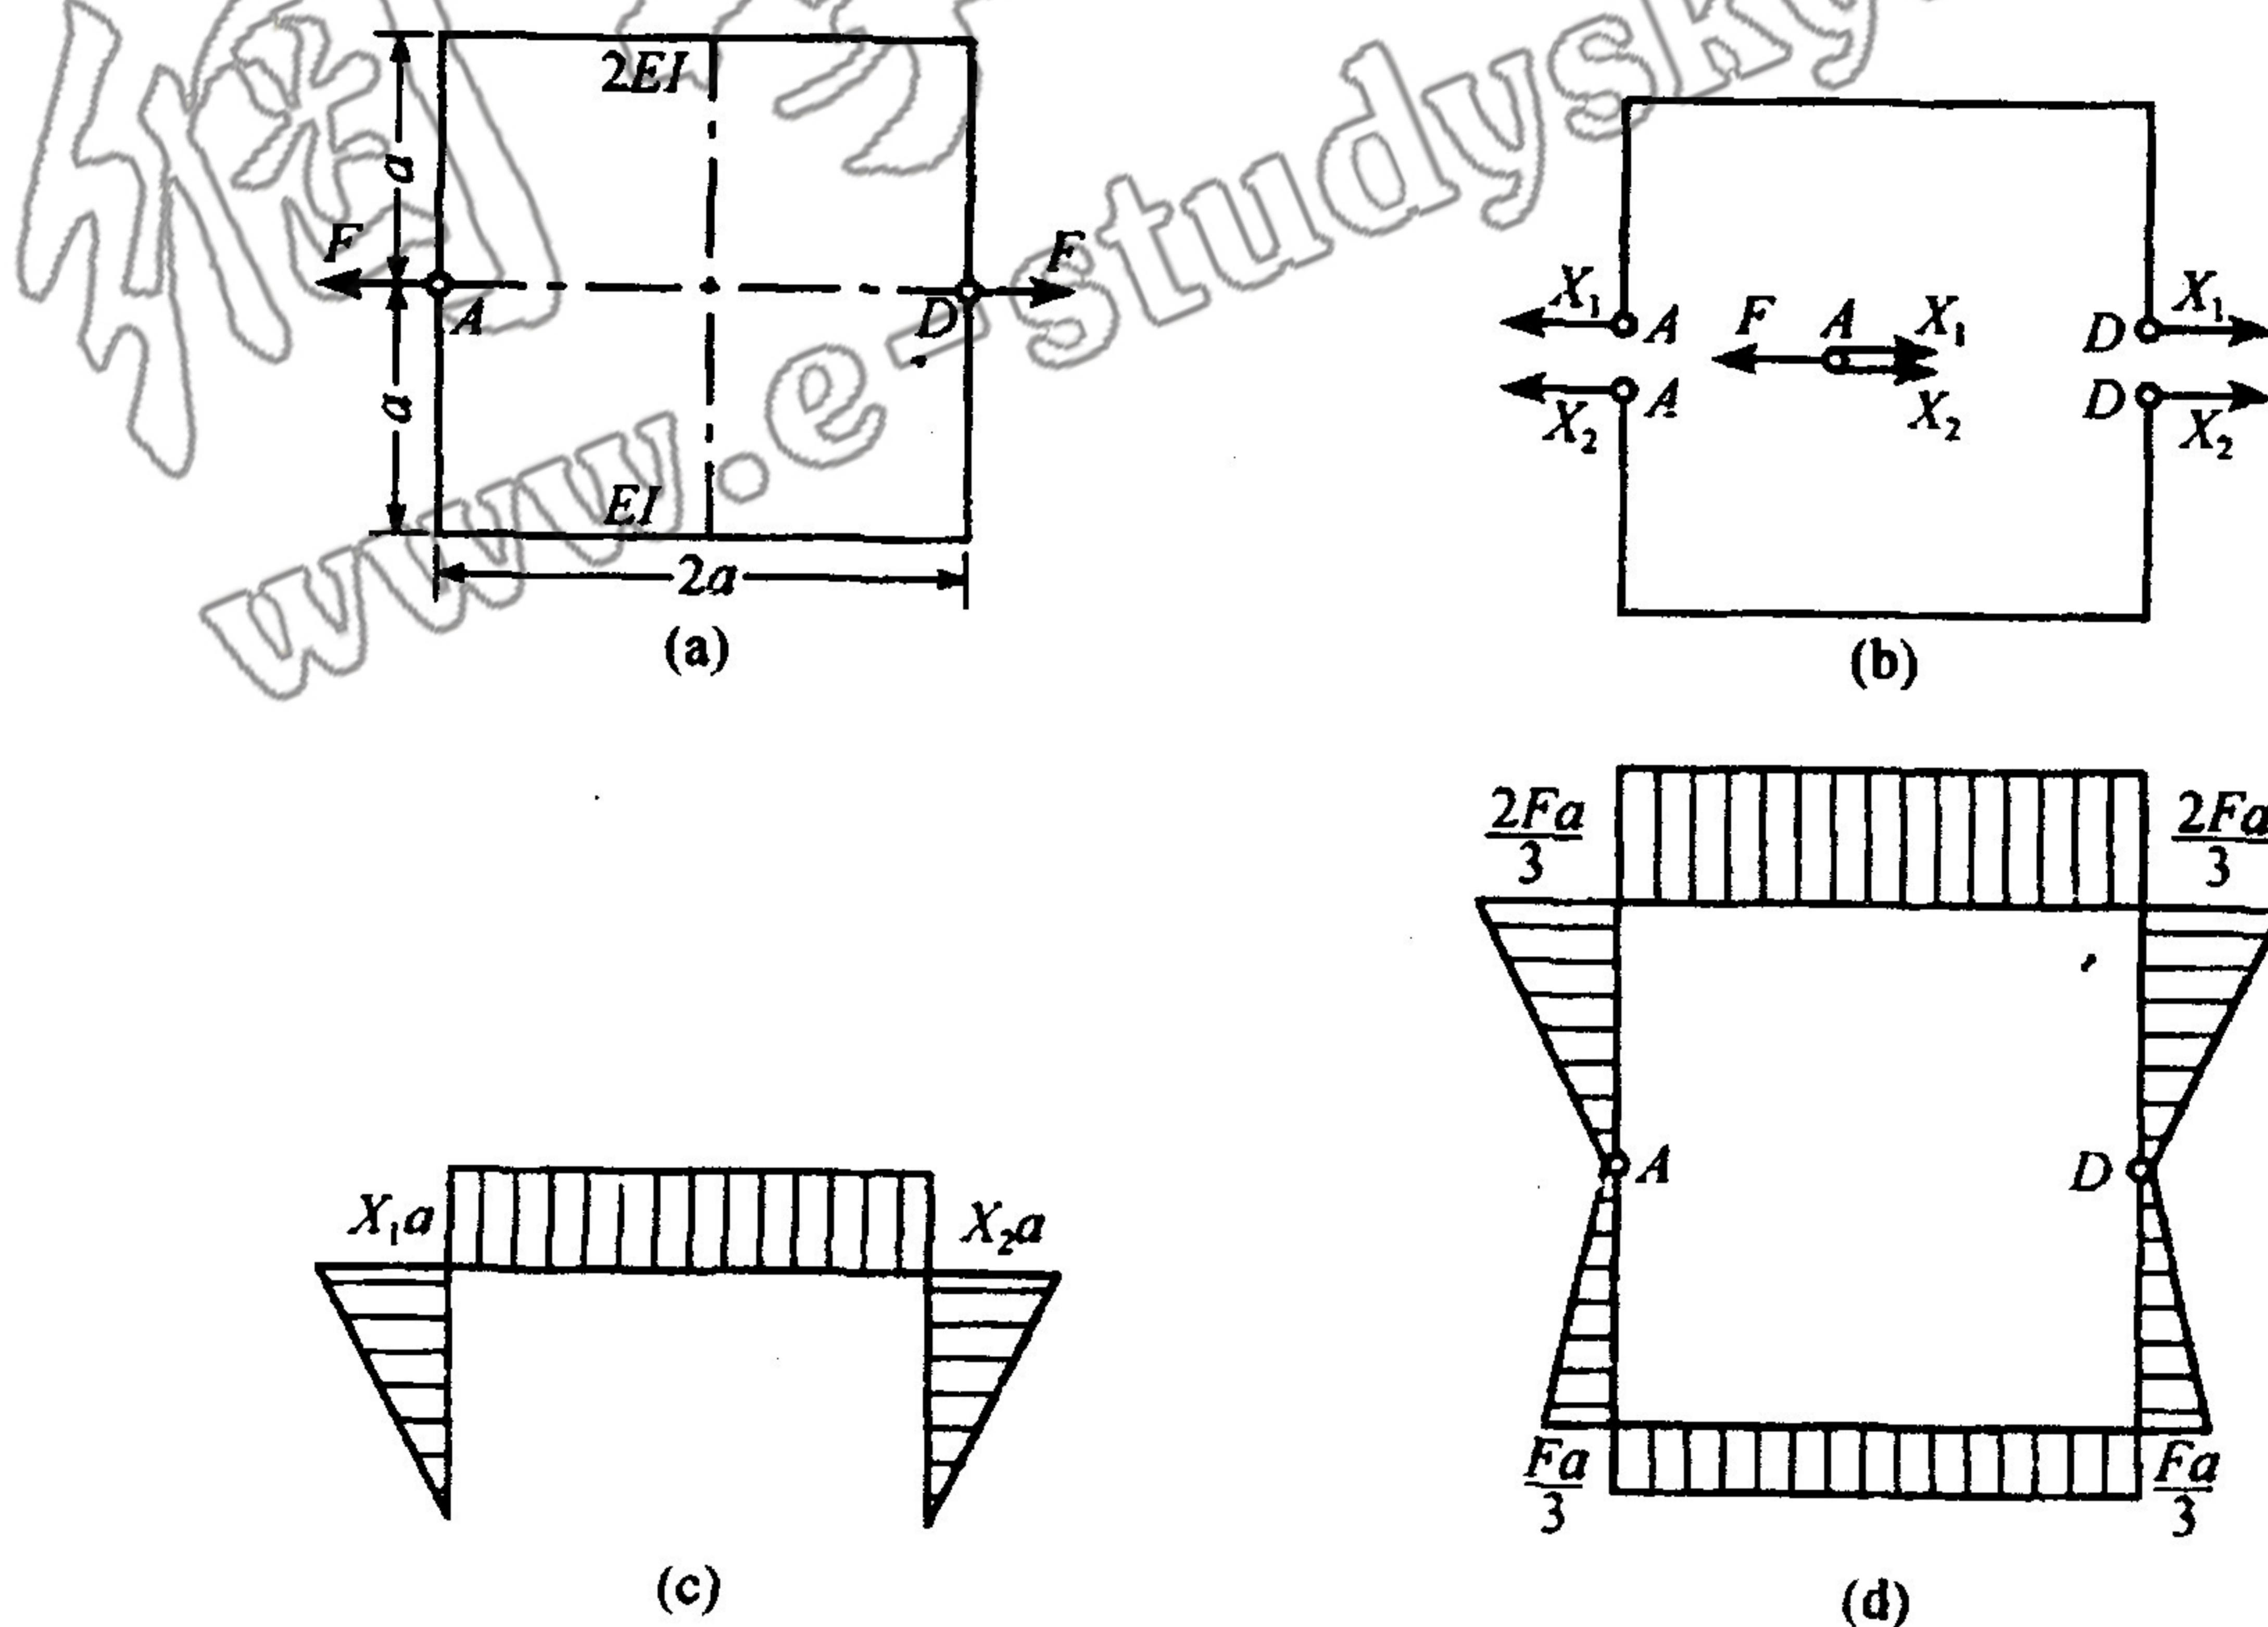

图 4.6
**点评** ①解中先计算了竖直部分承担的弯矩, 亦可选计算水平部分承担的弯矩, 相减得竖直部分承担的弯矩。②类似的题目有计算截面上拉应力和压应力的合力大小及作用点, 只需计算  $z_c$  下部分拉应力的合力  $F_{Nt}$ , 由于仅受弯矩作用,  $F_{Nc} = F_{Nt}$ 。 $F_{Nc}$  距中性轴分别为  $y_1$ 、 $y_2$ , 则由  $F_{Nt}y_1 + F_{Nc}y_2 = M$  确定作用点。
4.6 图 4.6(a) 所示正方形框架, A, D 两处为铰链, 框架的上半部分抗弯刚度为  $2EI$ , 下半部分抗弯刚度为  $EI$ 。试作此框图的弯矩图。题中  $F$ 、 $a$ 、 $EI$  均为已知。(15 分)
(1) 取静定基如图 4.6(b) 所示, 在两铰链处  $M_A = M_D = 0, F_N = 0$ 。
(3) 图乘法求相对位移。作上半部分弯矩图如图 4.6(c) 所示, 令  $\bar{X}_1 = 1$ , 得单位力图, 两图相乘得
代入平衡方程, 解得  $X_1 = \frac{2}{3}F$ ,  $X_2 = \frac{1}{3}F$ , 即 A、D 铰接处, 上半部分承担  $\frac{2}{3}F$ , 下半部分承担  $\frac{1}{3}F$ , 其弯矩图如图 4.6(d) 所示。